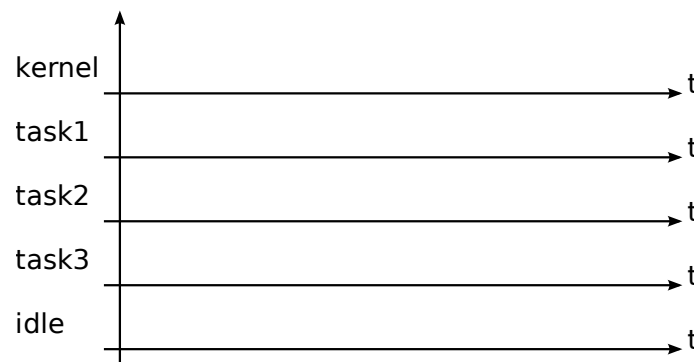

FIGURE 8 – Chronogramme à compléter.
- ✎ Interprétez le fonctionnement du programme en visualisant les données reçues sur l'ordinateur¹⁰. En vous aidant des outils de trace, complétez le chronogramme de la figure 8.